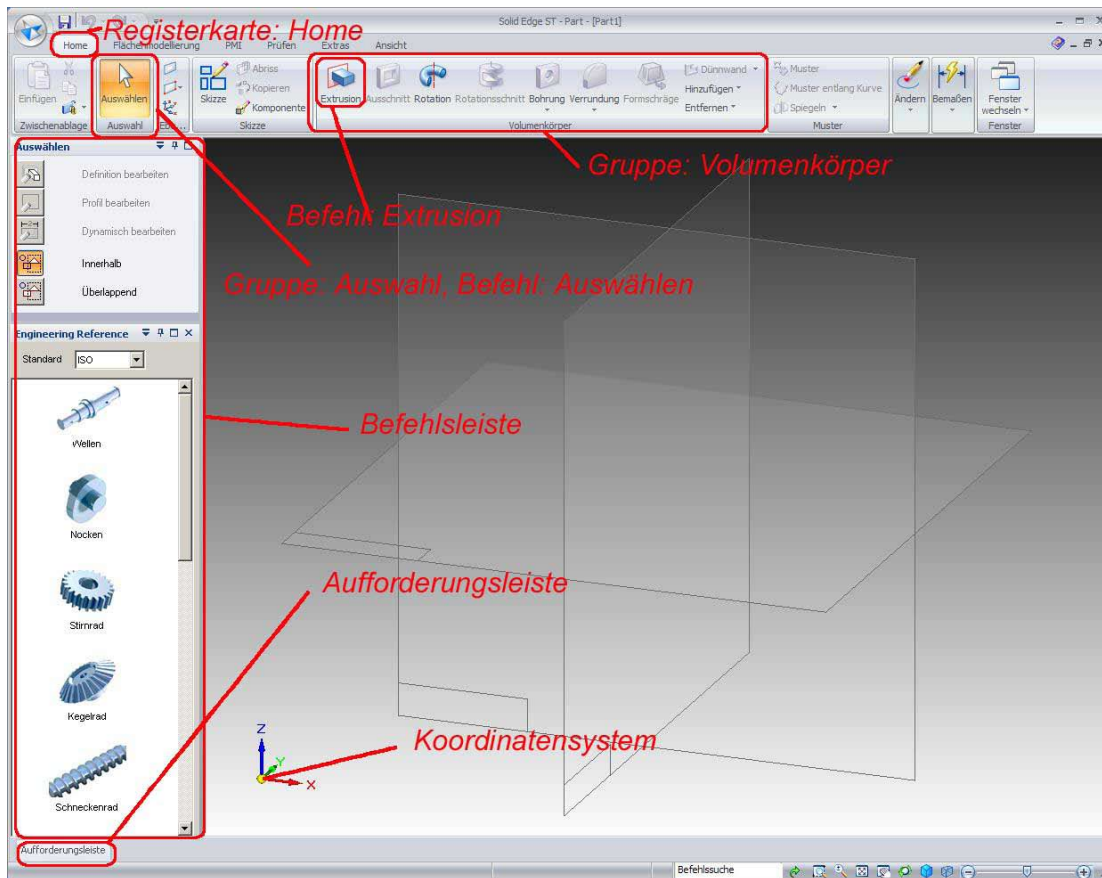

Abb. 2 Die Hauptseite mit ihren Symbolleisten und der Arbeitsfläche
Nach einer Weile öffnet sich die Hauptseite. Diese kann bei Ihnen etwas anders aussehen als in der Abb. 2. dargestellt. Das gilt besonders für die andockbaren Fenster am linken Rand, die im Kapitel 5.1.4 beschrieben werden. Nehmen Sie hier möglichst keine Veränderungen vor.
5. Klicken anschließend in der Gruppe *-Volumenkörper-* auf *-Extrusion-* (Abb. 2).
Achten Sie grundsätzlich auf die Anweisungen in der Aufforderungsleiste (Abb. 2)!